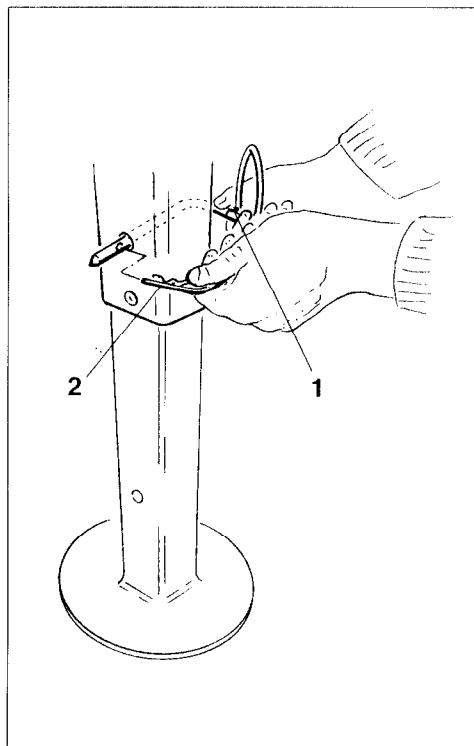

Fig. 20.6
- Stützfuß mit Bolzen (Fig. 20.6/1) abstecken und mit einem Federstecker (Fig. 20.6/2) sichern.